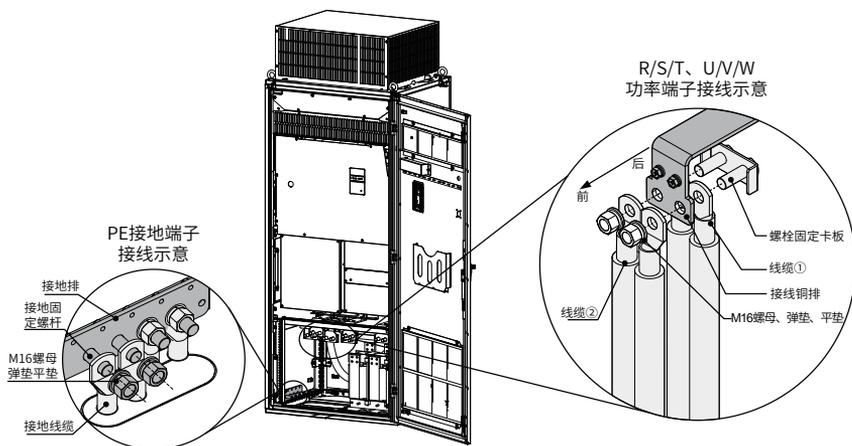

图 4-9 MD500T500G~MD500T630G 主回路端子和 PE 接地端子接线示例
第一步：按照图 4-9 所示，将接地线缆套于接地固定螺杆上；
第一步：按照图 4-9 所示，将两根线缆①套于螺栓固定卡板上的螺栓；